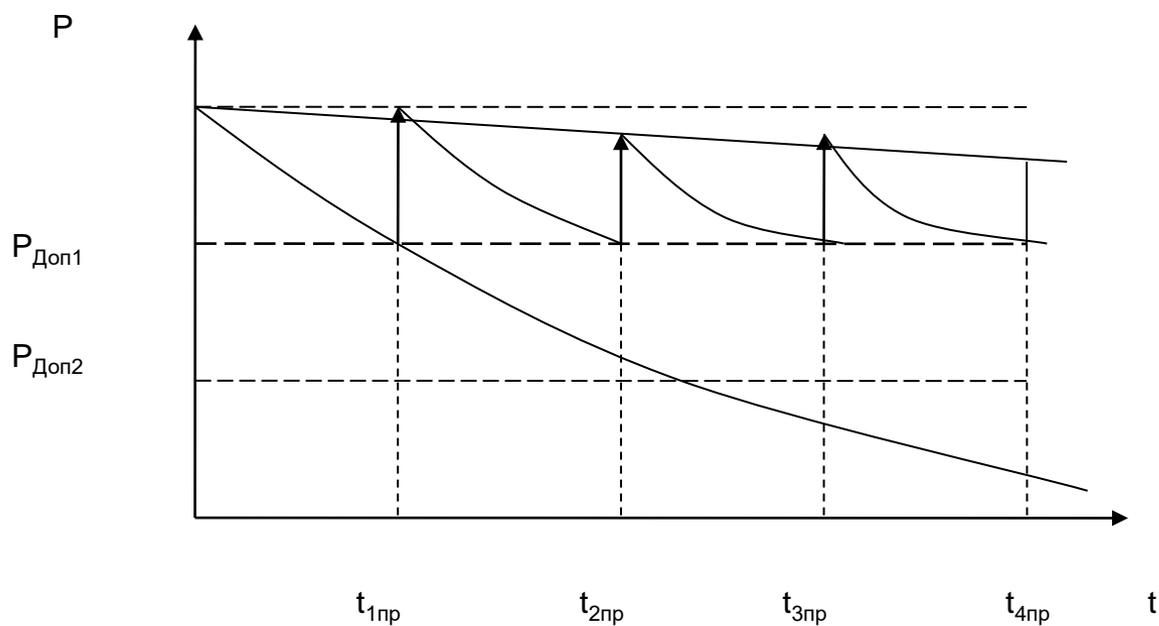

Рисунок 4.7.
- ▶ При проведении профилактических работ (ТО) кривая $P(t)$ приобретает «пилообразный» вид (рис. 4.7).